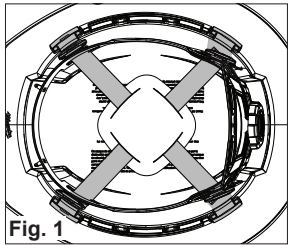

Fig. 1
1. Line up the suspension tabs with the 4 slots in the hard hat and press them in securely (Fig. 1). The tabs should "click" into place. Pull on the suspension to ensure it is locked in.
1. Line up the suspension tabs with the four slots in the hard hat and press them in securely (Fig. 1). The tabs should "click" into place.
1. Aligner les languettes de suspension avec les 4 rainures qui se trouvent sur le casque de protection et appuyer sur elles d'une façon sécuritaire (Fig. 1). Les languettes devront « cliquer » en place. Tirer sur la suspension pour vérifier qu'elle soit bien verrouillée.
1. Aligner les languettes de suspension avec les quatre rainures qui se trouvent sur le casque de protection et appuyer sur elles d'une façon sécuritaire (Fig. 1). Les languettes devront « cliquer » en place.
1. Alinee las lengüetas de la suspensión con las 4 ranuras en el casco y presiónelas fijamente (Fig. 1). Las lengüetas deben hacer "clic" en su lugar. Jale la suspensión para asegurarse de que esté bien fija.
1. Alinee las lengüetas de la suspensión con las cuatro ranuras en el casco y presiónelas fijamente (Fig. 1). Las lengüetas deben hacer "clic" en su lugar.